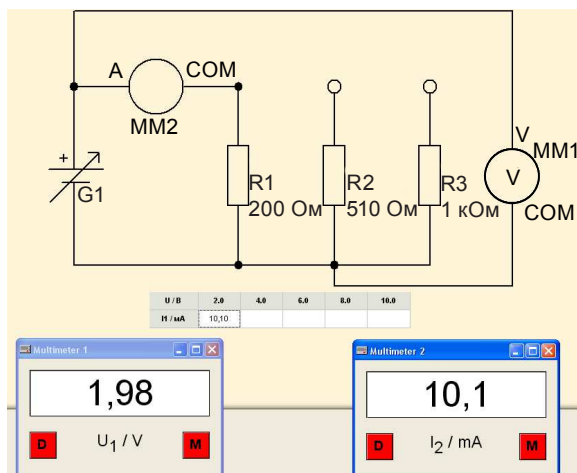

Рис. 6. Измерение силы тока при напряжении  $U = 2$  В для резистора R1
13. Установить рабочее напряжение  $U = 2$  В на базовом блоке COM3LAB MASTER UNIT, измерить силу тока для резистора R1 (рис. 6), а затем с помощью мыши перенести значение силы тока, измеренное мультиметром 2, в соответствующее поле таблицы в программе.